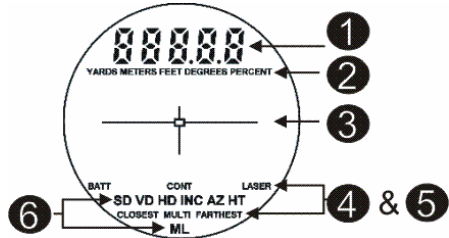

Figure 6
La Figure 6 illustre l'écran à cristaux liquides intégré dans le système optique. Le logiciel interne du TruPulse est organisé en options. Chaque option représente une mesure ou une fonction de configuration spécifique et possède un voyant. Se reporter à la figure et au tableau ci-dessous pour des informations sur chaque voyant.
2. Comparer l'écran intégré dans le système optique à l'illustration de la Figure 6 (voir page 12) pour vérifier que tous les voyants fonctionnent correctement.